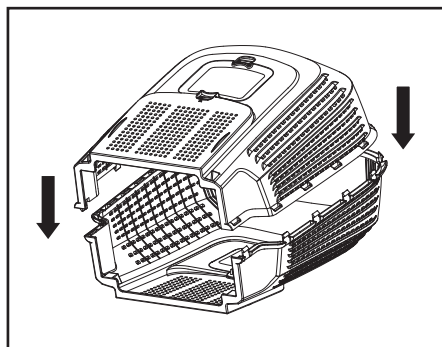

Rys. 3
2. Zamocować górny uchwyt (10) za pomocą zestawów montażowych (16) oraz pokręteł blokujących (3) na uchwycie dolnym (5) (rys. 3). Uchwyt można ustawić na dwóch wysokościach, co jest wygodne podczas normalnego użytkowania.